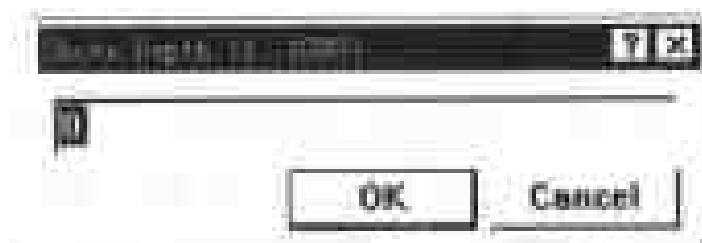

图 5-175 “Shove Depth”对话框
(7) Shove: 该命令用于推挤零件。执行该命令后, 光标变成十字形状, 然后将光标移到需要推挤的零件封装上, 单击鼠标左键, 如果参考零件周围的零件太靠近了, 则自动向外推开零件。
(8) Set Shove Depth: 设置推挤次数。执行该命令后, 系统将弹出“Shove Depth”对话框, 如图 5-175 所示。要求输入推挤次数, 系统就会按照所输入的次数进行相应次数的推挤过程。
(9) Move to Grid: 该命令表示将被选取的零件移动到栅格上。执行该命令后, 系统将弹出